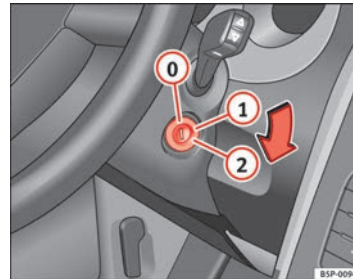

Abb. 135 Stellungen des Zündschlüssels
In dieser Stellung ⇒ Abb. 135 sind die Zündung und der Motor ausgeschaltet und die Lenkung kann gesperrt werden.
- Drehen Sie den Zündschlüssel in Stellung ⇒ Abb. 135 . Beim Vorglühen des Motors leuchtet die Kontrollleuchte  auf. ▶
- Wenn die Kontrollleuchte ausgeht, drehen Sie den Zündschlüssel in Stellung ② zum Anlassen des Motors - geben Sie kein Gas.
- Drehen Sie den Zündschlüssel in Stellung ⇒ Abb. 135 ①. ▶